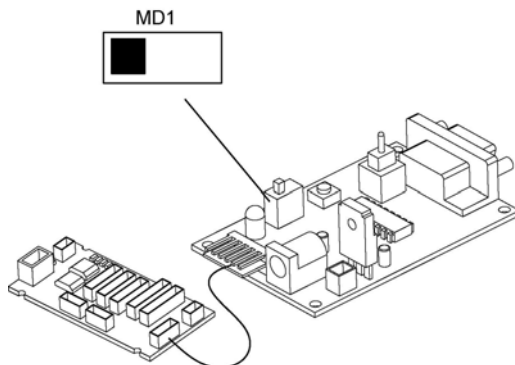

図 7 - RUN モード RUN mode
- 6- RUN モードでは、TITechSH2 SerialProgrammer®の MD1 スイッチを左にセットします (図 7 を参照)。
Set the switch MD1 of the TITechSH2 SerialProgrammer® board to the left in RUN mode as shown in Fig. 7.